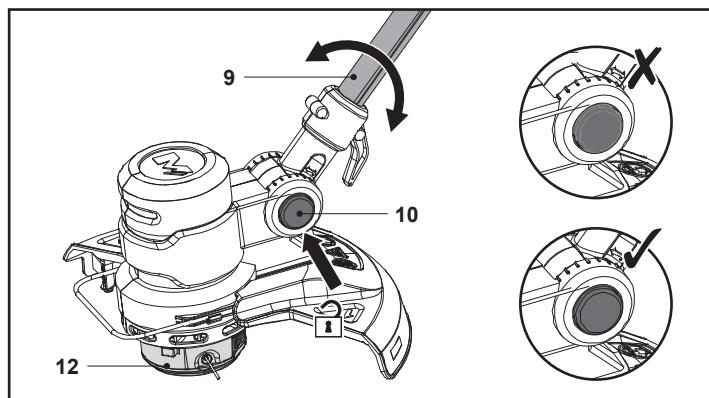

Fig. 9
1. Appuyer sur le bouton de déverrouillage (10) et le maintenir dans cette position.
2. Déplacer légèrement la perche inférieure (9) vers le haut ou vers le bas (Fig. 9).
3. Relâcher le bouton de déverrouillage (10) et continuer à déplacer la perche inférieure (9) jusqu'à ce qu'elle s'enclenche.